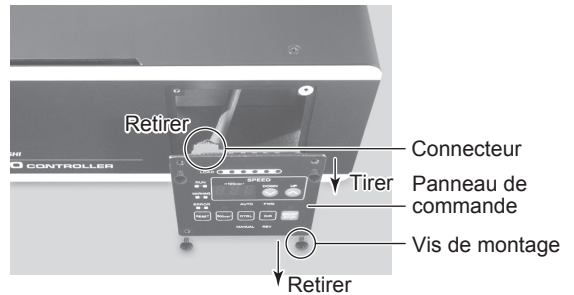

Fig. 20
- (1) Retirez les 4 vis qui fixent le panneau de commande et retirez précautionneusement celui-ci du BOÎTIER DE CONTRÔLE (Fig. 20). Retirez le connecteur de l'arrière du panneau de commande (Fig. 20).